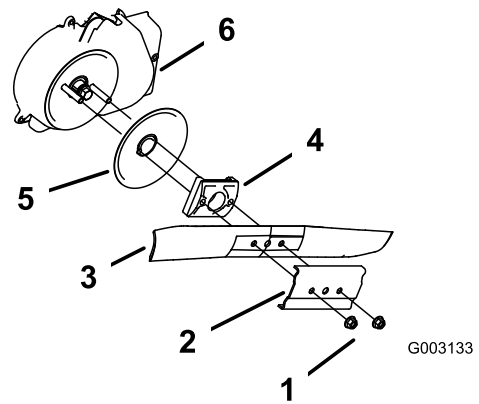

Bild 46
3. Entfernen Sie die beiden Messermuttern und die Verstärkung (Bild 46).
4. Entfernen Sie das Messer (Bild 46).
5. Entfernen Sie den Messermitnehmer und die Antiskalpierscheibe (Bild 46).
6. Entfernen Sie das Schutzblech des Systems zum Anhalten des Messers (Bild 46).
10. Befestigen Sie das Messer und die Verstärkung mit den zwei zuvor entfernten Messermuttern (Bild 46).